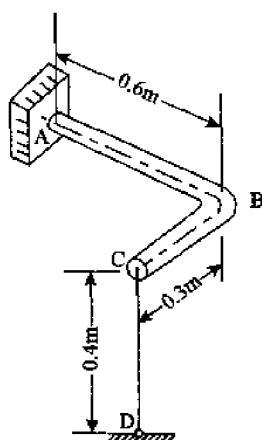

图 7-41
5. 如图 7-41 所示, 钢制曲拐的横截面直径 20mm, C 端与钢丝相连, 钢丝的横截面面积 $A=6.5\text{mm}^2$ 。曲拐和钢丝弹性模量同为 200GPa , $G=84\text{GPa}$, 若钢丝的温度降低 50° , 且 $\alpha=12.5 \times 10^{-6} 1/^\circ\text{C}$ 。试求曲拐截面 A 的顶点的应力状态。